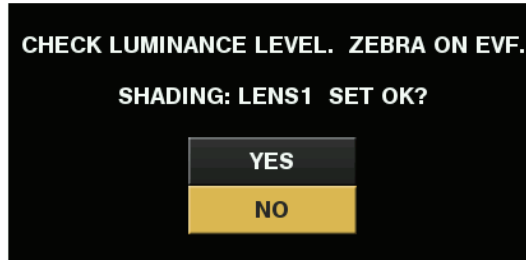

図 1
- 2) レンズ絞りをマニュアルにして、ビューファインダー画面全体にゼブラパターンがかかるように、レンズ絞りを調整する。(図 1)